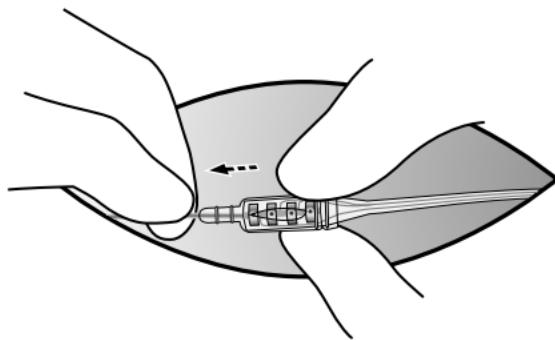

Afbeelding 17. Draai de stelschroeven los.
6. Draai elk van de vier stelschroeven met behulp van de momentschroevendraaier los (circa één slag linksom draaien) (Afbeelding 17).